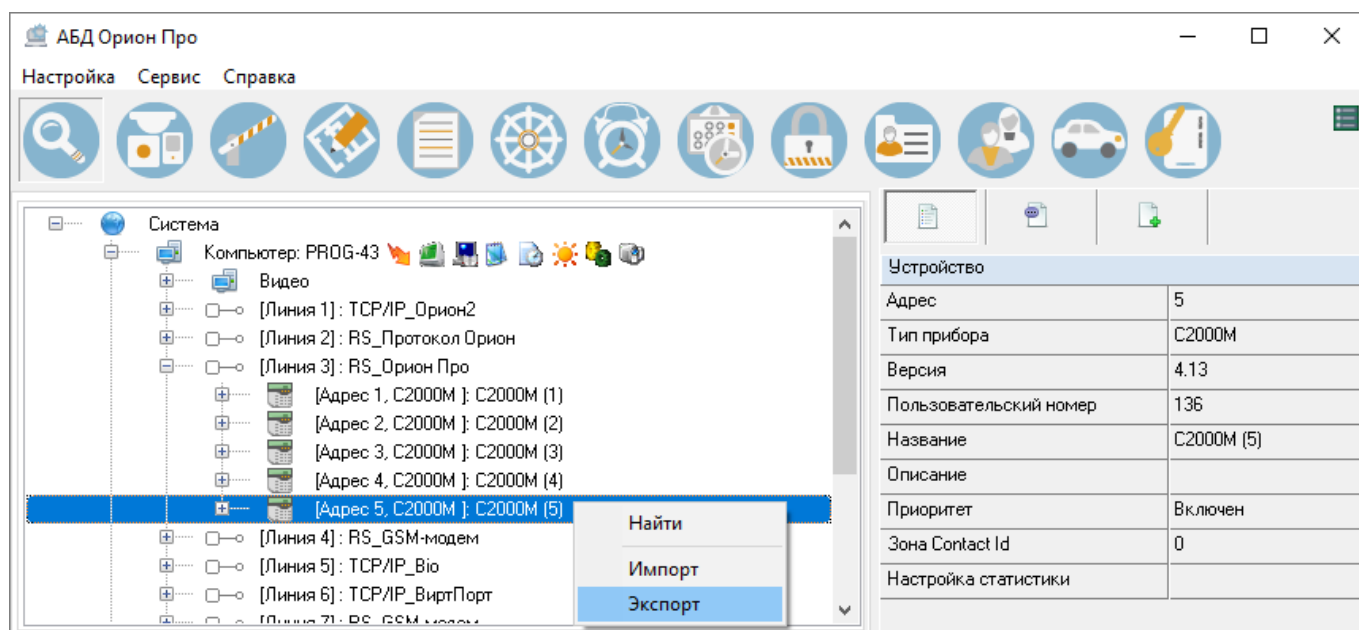

Рисунок 6-953 Инициализация экспорта конфигурации из БД в пульт "C2000M" через контекстное меню
- б) нажмите правой клавишей мыши на пульт «C2000/C2000M», для которого необходимо экспортировать конфигурацию, после чего в появившемся контекстном меню выберите пункт «Экспорт» (см. Рисунок 6-953);